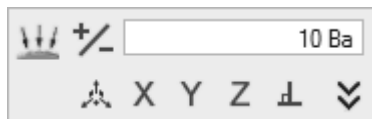

图 4-47
4) 此时弹出该压力的小对话框，通过该工具栏可修改其方向或大小，在文本框中输入“10”并按〈Enter〉键，如图 4-47 所示。